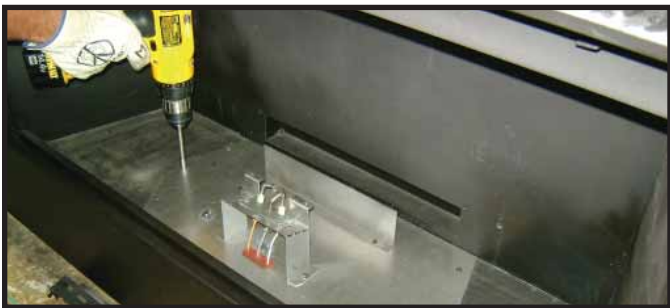

Abbildung 16.5 Entfernen der Ventilplattenschrauben
1. Entfernen Sie elf Schrauben rund um den Umfang der Ventilbaugruppe, mit der die Ventilplatte am Boden der Brennkammer befestigt ist. Siehe Abbildung 16.5.